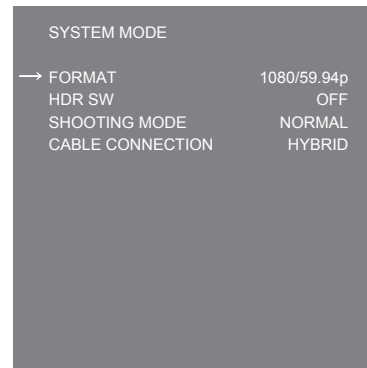

図 2
- 7 〈SELECT〉ダイヤルボタンを回して [FORMAT] にカーソル (矢印) を移動させる。(図 2)